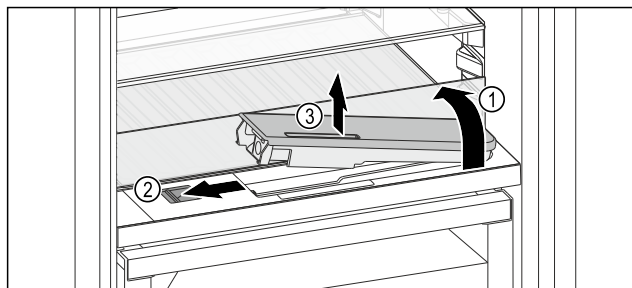

Fig. 173
- ▶ Emelje meg az üveglapot, és hajtsa hátra ütközésig Fig. 173 (1).
- ▶ Tolja balra a tolokát Fig. 173 (2).
- ▶ Vegye ki a víztartályt Fig. 173 (3).